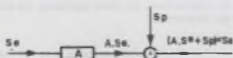
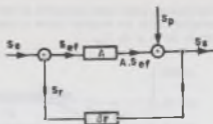

Figura 13
Figura 14
- ação perturbadora que adiciona um sinal de ruído e/ou distorção do amplificador propriamente dito (figura 13).
Suponhamos então que em torno do amplificador da figura 13 se estabeleça uma cadeia de realimentação de ganho β_r (figura 14).